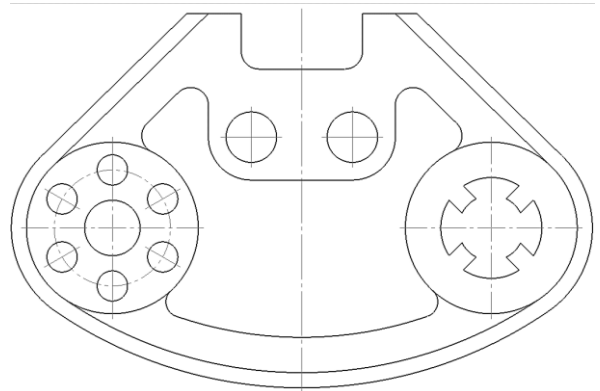

Рис. 80. Обозначение центров окружностей
2.17.2 **Обозначение** – **Обозначение центра** – **Тип:** одна ось. Щелкнуть ЛКМ по дуге окружности 12 мм и по центру большой окружности (рис. 80).